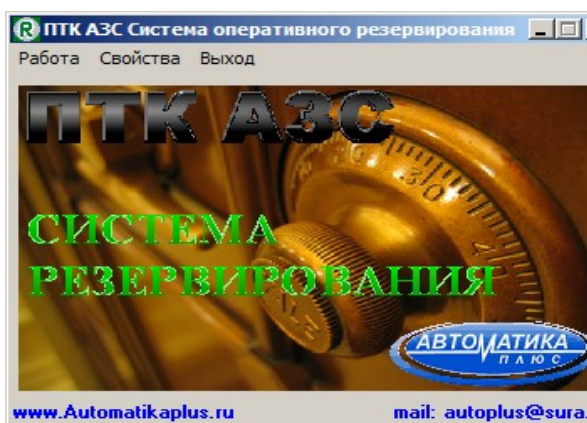
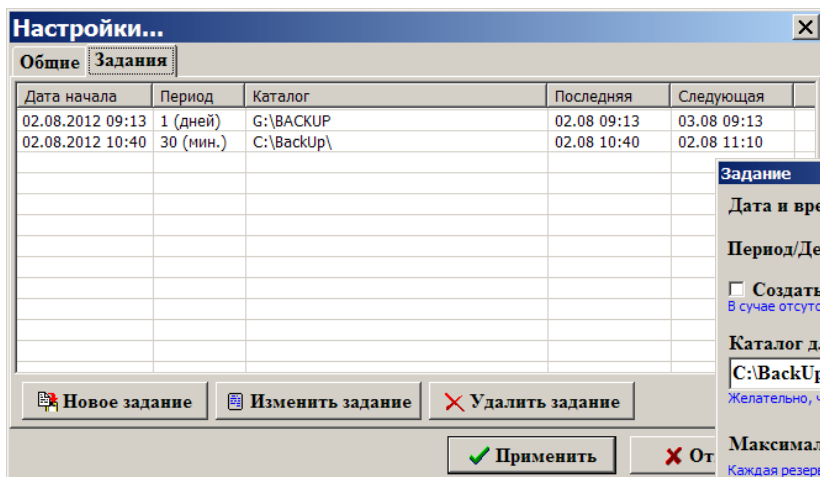

Рис. 71
Рис. 74
2. Выполните двойной щелчок на  в правом нижнем углу экрана монитора. На экране появится окно «ПТК АЗС. Резервное копирование файлов», соответствующее рис.71.
Рис.71а
Рис. 71б
3. В меню «Свойства\Настройки\Общие» задайте путь для каталога (BACKUP), куда запишется результат резервирования ПТК АЗС (рис.71а). На закладке «Общие» можно задать список дополнительных файлов, которые будут добавлены в резервную копию.
4. Для создания расширенной архивной копии ПТК АЗС в меню «Работа» щелкните кнопку «Создать архивную копию» (рис.71б). На экране начнет отображаться процесс резервирования. По окончании процесса резервирования в каталоге c:\BACKUP появится резервная копия «ПТК АЗС.+». Для остановки процесса резервирования щелкните кнопку «Остановить».
1. Выполните двойной щелчок на  в правом нижнем углу экрана монитора. На экране появится окно «ПТК АЗС. Резервное копирование файлов», соответствующее рис.71а. В меню «Свойства\Настройки» откройте закладку «Задания». На экране появится окно, соответствующее рис.74. В этом окне отображаются все задания на автоматическое резервирование.